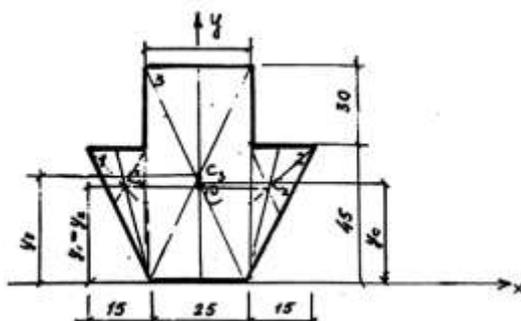

Рис. 13
5. Покажите на рис.13 положение центра тяжести С.